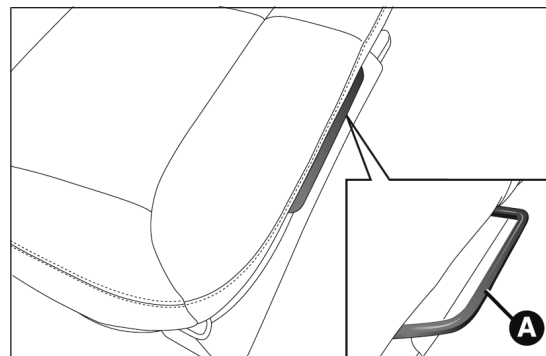

fig. 86
- en agissant sur le levier A fig. 86, régler le siège dans la position souhaitée ;
- en agissant sur le levier A fig. 86, régler le siège en position « entièrement avancée » pour obtenir l'agrandissement maximum du coffre à bagages (en respectant la position souhaitée pour les sièges avant) ;